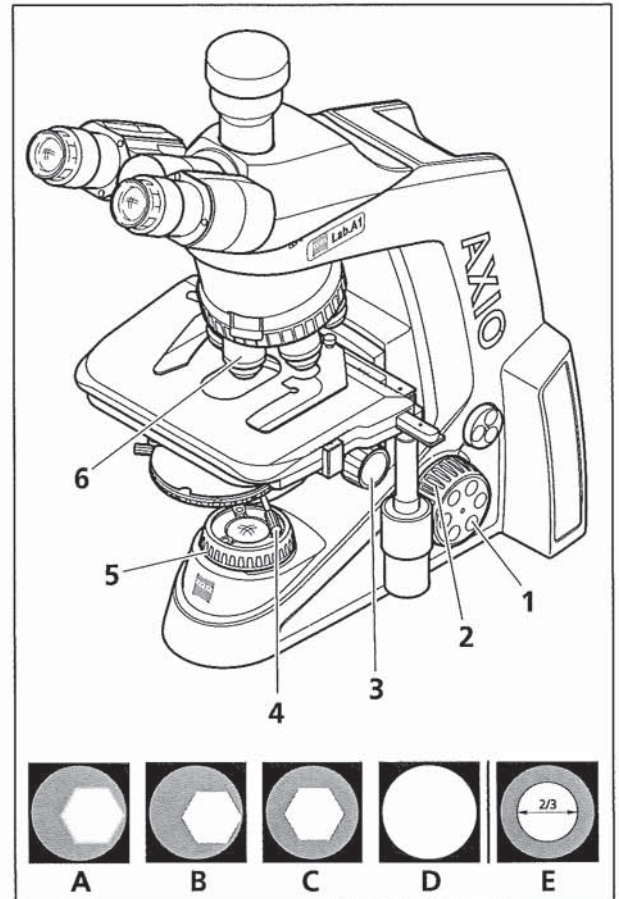
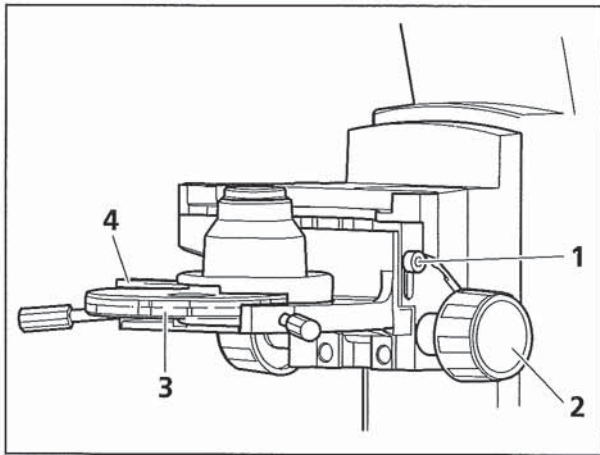

Bild 4-1 Mikroskopeinstellungen im Durchlicht-Hellfeld
Bild 4-2 Höhenanschlag am Kondensorträger einstellen
(3) Durchlicht-Hellfeld nach KÖHLER einstellen
- Bildhelligkeit mit Regler für Lichtintensität (Bild 4-1/2) am Mikroskopstativ einstellen.
- Falls Kondensoren mit schwenkbarer Frontlinse eingesetzt werden, diese bei Objektiven $\geq 10\times$ einschwenken und Kondensator mit Triebknopf für Höhenverstellung (Bild 4-1/3 bzw. Bild 4-2/2) bis an den oberen Anschlag stellen. Der Anschlag muss so eingestellt sein, dass das Präparat nicht durch den Kondensator ausgehoben wird (Einstellen des Kondensatoranschlages, s. a. Abschnitt 4.1.1 (4)).
- Bei Kondensoren mit Revolver-/Modulatorscheibe mit Rändelring (Bild 4-2/3) Position **H** (Hellfeld) einstellen.
- Objektiv 10x am Objektivrevolver (Bild 4-1/6) einschwenken und mit Triebknopf (Bild 4-1/2) auf das Präparat fokussieren.
- Leuchtfeldblende (Bild 4-1/5) soweit schließen, dass diese im Sehfeld (auch unscharf) sichtbar wird (Bild 4-1/A).
- Kondensor mit dem Triebknopf für Höhenverstellung absenken, bis der Leuchtfeldblendenrand hinreichend scharf erscheint (Bild 4-1/B).
- Leuchtfeldblendenbild mit beiden Zentrierschrauben (Bild 4-1/4) am Kondensorträger zentrieren (Bild 4-1/C) und anschließend die Leuchtfeldblende so weit öffnen, dass der Blendenrand gerade aus dem Sehfeld verschwindet (Bild 4-1/D).
- Zur Aperturblendeneinstellung (Kontrast) ein Okular aus dem Tubusstutzen herausnehmen und mit bloßem Auge in den Stutzen hineinschauen. Aperturblende mit dem Stellhebel (Bild 4-2/4) auf ca. $2/3 \dots 4/5$ des Durchmessers der Objektivaustrittspupillen einstellen (Bild 4-1/E). Diese Aperturblendeneinstellung bietet in den meisten Anwendungsfällen den besten Kontrast bei fast voller Auflösung und damit für das menschliche Auge den günstigsten Kompromiss.
(4) Höhenanschlag am Kondensorträger einstellen
- Feststellschraube (Bild 4-2/1) des Höhenanschlages mit Kugelkopf-Schraubendreher SW 3 lösen.
- Leuchtfeldblende zuziehen und durch Höhenverstellung (Bild 4-2/2) des Kondensors scharf abbilden.
- Feststellschraube (Bild 4-2/1) des Höhenanschlages anziehen.